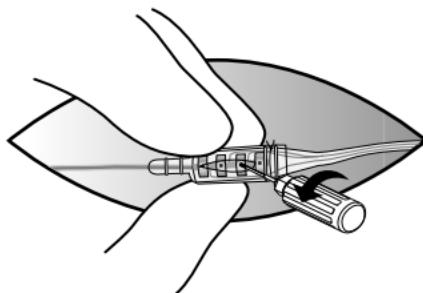

Figura 17. Allentamento delle viti di arresto.
6. Utilizzando il cacciavite torsiometrico in dotazione, allentare le quattro viti di arresto ruotando il cacciavite in senso antiorario (approssimativamente di un giro) (Figura 17).